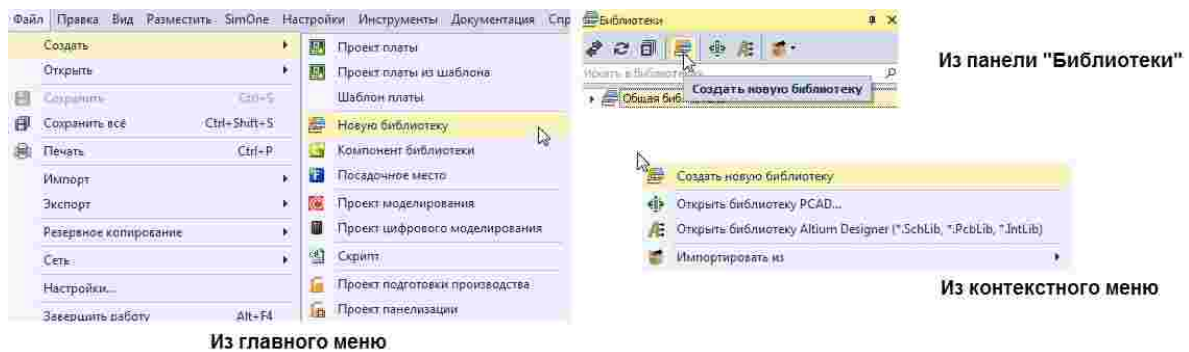

Рис. 3 Создание библиотеки
2. Выполните любым из способов команду «Создать новую библиотеку» (Рис. 3):